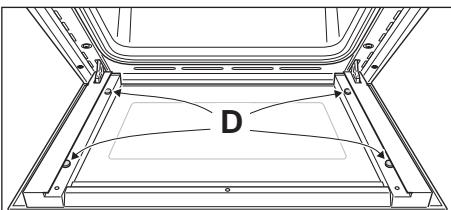

Fig. 8.15a
IMPORTANT: Il est conseillé, lors du démontage de la vitre, de bien tenir en position (par exemple à l'aide d'un doigt) les quatre patins en caoutchouc "D", afin d'éviter la rupture ou le glissement des patins en caoutchouc eux-mêmes (figure 8.15a).
- Vérifiez que les quatre patins en caoutchouc sont en place ("D" sur la fig. 8.15a).